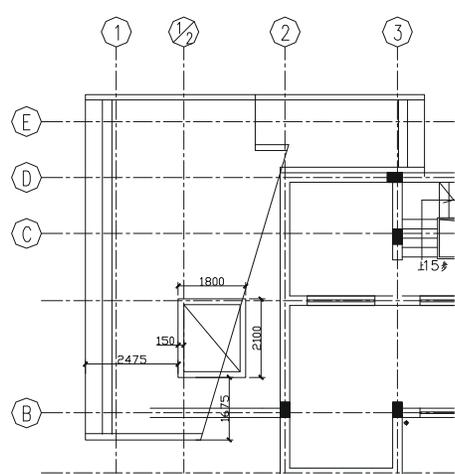

图 9-2-22
**STEP 14** 使用偏移命令 OFFSET 向内偏移 150，并用绘制直线命令 LINE 连接对角线，并将其移动，如图 9-2-22 所示的位置。